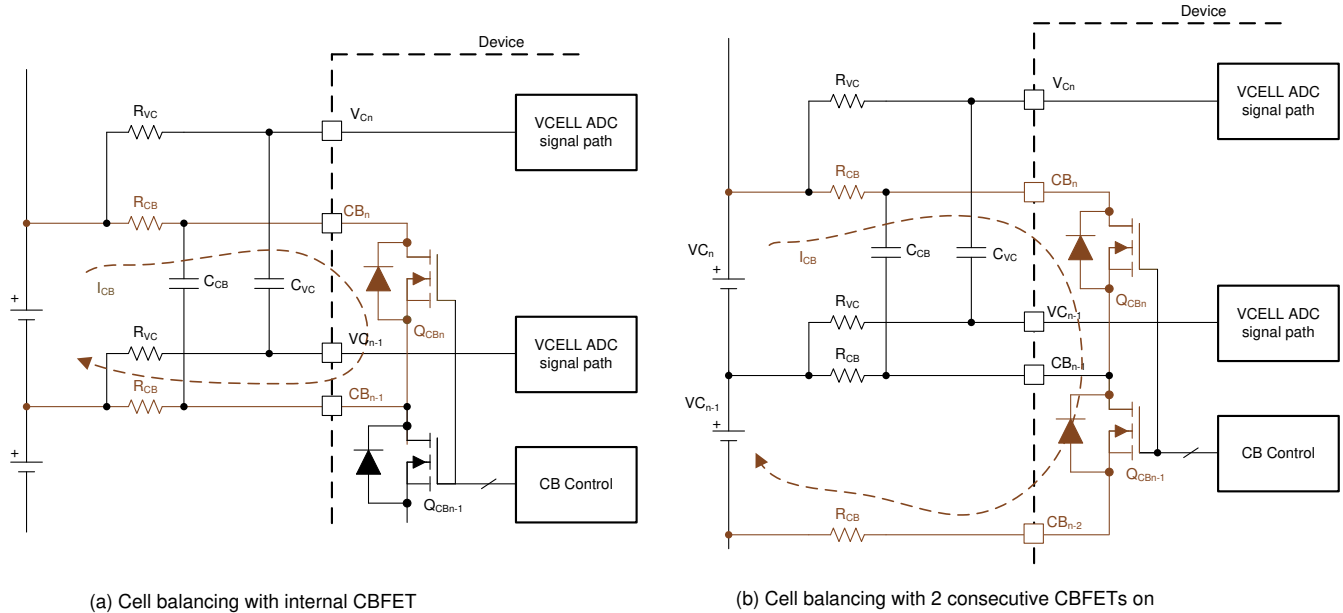

図 7-14. 内部セル バランシングとバランシング電流のフロー
- 連続 CBFET オンなしのバランシング (図 7-14 (a)): $I_{CB} = V_{Cell} / ((2 \times R_{CB}) + R_{dson_{QCB}})$
- 二つの連続した CBFET によるバランシング (図 7-14 (b)): $I_{CB} = (\text{二つの } V_{CELL} \text{ の合計}) / ((2 \times R_{CB}) + R_{dson_{QCBn}} + R_{dson_{(QCBn-1)}})$
- 手動バランシング制御 ([AUTO_BAL] = 0): この方法では、[BAL_GO] = 1 を受信すると、デバイスはゼロ以外のバランシング タイマ設定を持つ CBFET をオンにします。この制御下では、セルバランシング中は奇数および偶数チャンネルのスイッチングは行われず、BAL_CTRL1[DUTY2:0] 設定は適用されません。この方法を用いることで、ホスト マイコンは連続する二つの CBFET を有効化でき、最大八個の CBFET を有効化できます。隣接する二つの CBFET が有効化され、両方のチャンネルがバッテリー セルに接続されている場合、隣接する CBFET が有効になっていない場合と比較して、バランシング電流は大きく異なります (図 7-14)。DEV_CONF[NO_ADJ_CB] ビットは、隣接チャンネルを用いたセルバランシングを意図していないシステムにおいて、隣接する CBFET が誤って有効化されることを防ぐためのビットが用意されています。この制御方式では、デバイスは適切なチャンネルを有効化することをマイコンに依存しています。マイコンが [BAL_GO] = 1 を送信しても、CBFET の有効化状態が無効な条件となっている場合、デバイスはバランシングを開始せず、BAL_STAT[INVALID_CBCONF] = 1 をセットします。無効な構成は次のいずれかです。